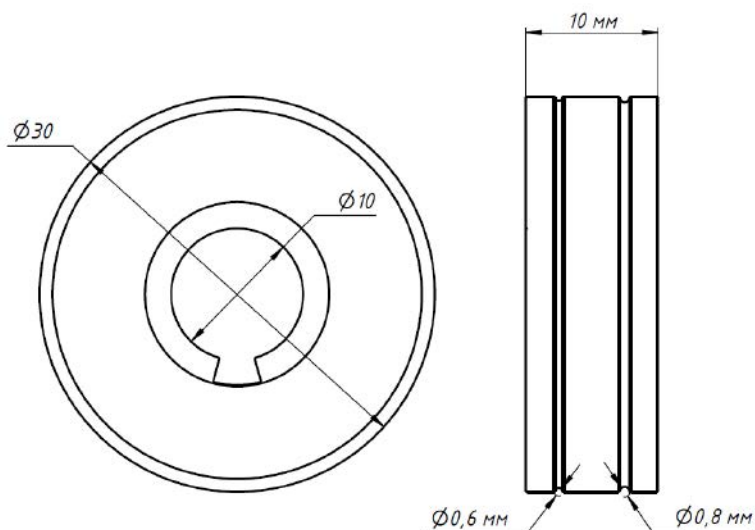

Рис. 8.5.2. Общий вид подающего ролика.
2. В зависимости от диаметра сварочной проволоки выберите канавку на подающем ролике (см. рис. 8.5.2).